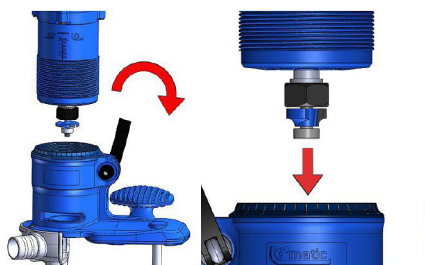

Abb. 6: Motor einsetzen
Schritt 1: Den Feststellhebel am Gehäuse lösen und in Pfeilrichtung drehen (Abb. 6 links).